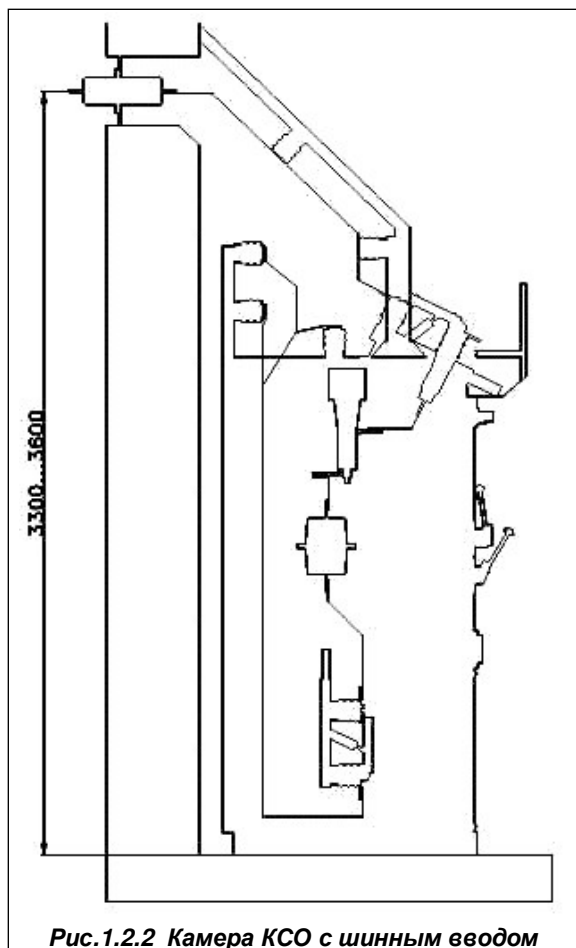

Рис.1.2.2 Камера КСО с шинным вводом
- с шинным (воздушным) вводом (рис.1.2.2) - для организации подключения воздушных линий, а также шинных переходов - межсекционных или в соседнее помещение распредустройства;